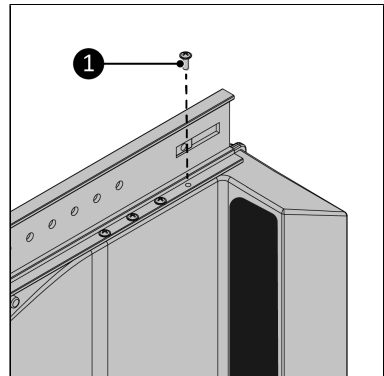

Figure 174.
6. Vissez le rail principal sur le Way-out au moyen des huit vis 3,5 x 12 mm (Figure 174, pos. 1). Assurez-vous que tous les trous de vis correspondent.